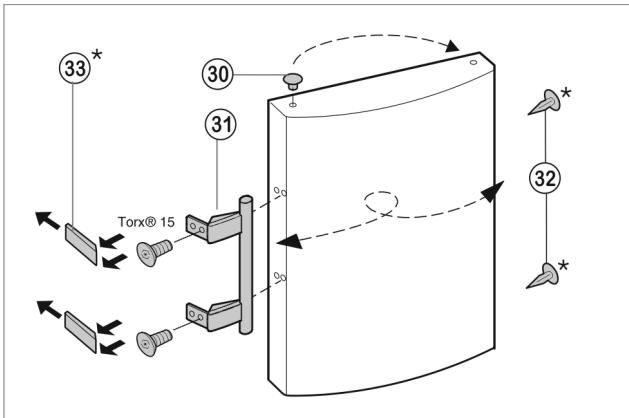

Fig. 9
- Til de stop Fig. 9 (30) uit de deurlagerbus en plaats hem om.
- Monteer deurgreep Fig. 9 (31), stop Fig. 9 (32) en drukplaten Fig. 9 (33) af en monteer ze aan de tegenoverliggende kant.